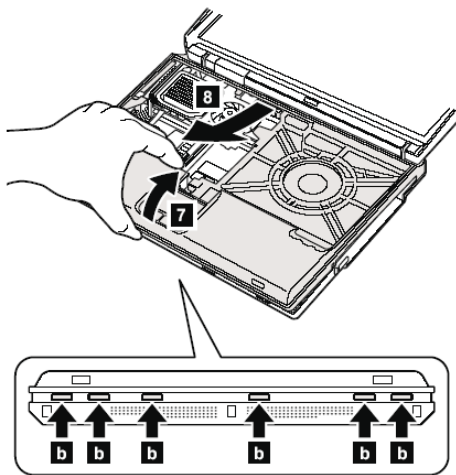

图 6-25 拆卸面板
5) 在拆除所有螺钉、挂钩和连线后, 就可以拆除面板了, 如图 6-25 所示。